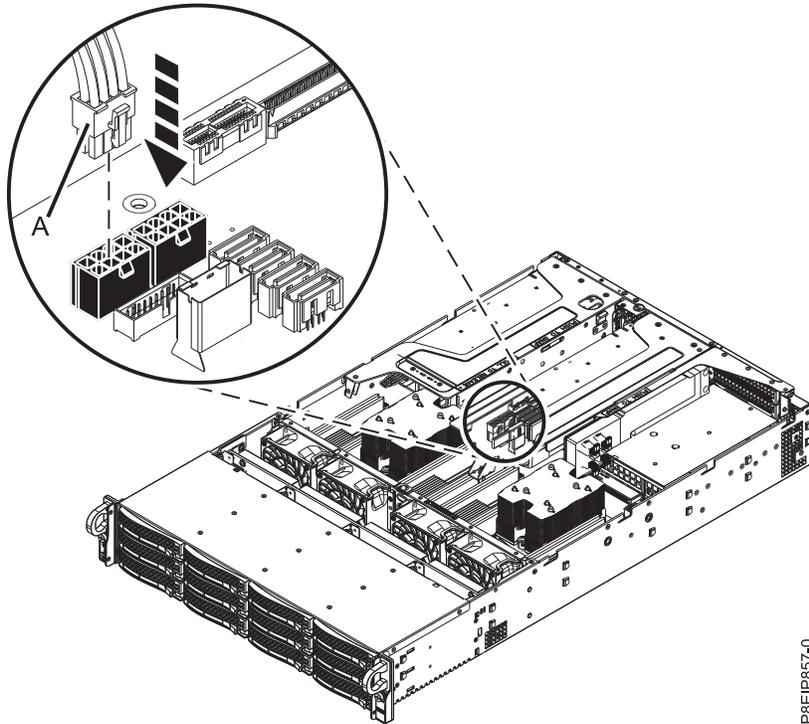

Abbildung 51. Netzkabel des Grafikprozessors austauschen
- d. Wenn die Riserkarte einen Grafikprozessor umfasst, schließen Sie das Netzkabel des Grafikprozessors (A) an die Systemrückwandplatine an (siehe Abb. 51 auf Seite 45).